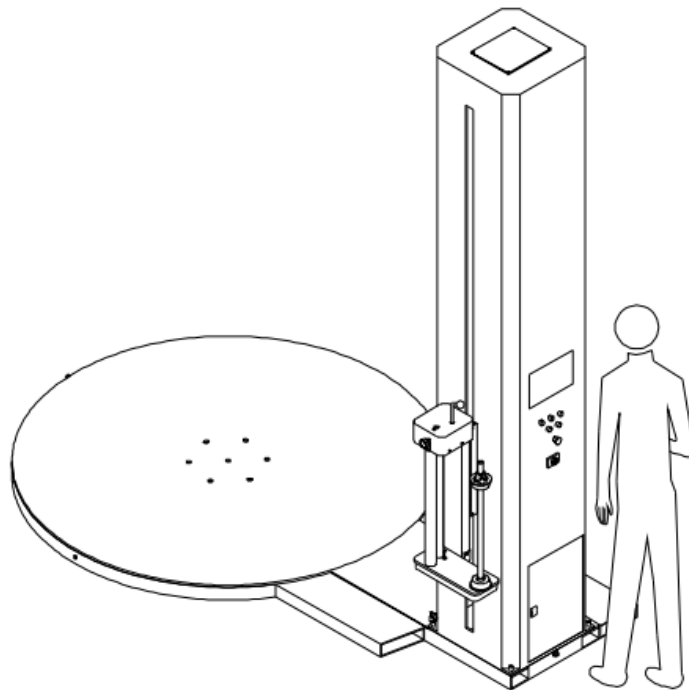

Рис. 2-20
- Расположение оператора по отношению к машине показано на Рис. 2-20;